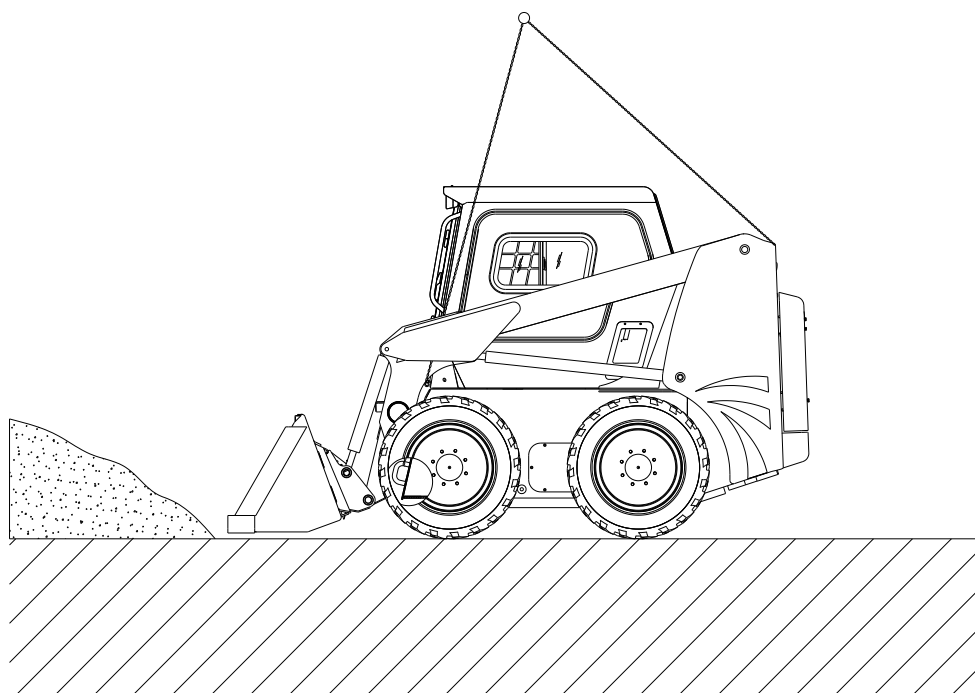

Рис. 21 Загрузка ковша
1. Максимально опустите стрелу, включите двигатель на максимальную скорость и загрузите ковш материалом на скорости 2,4 км/ч (Рис. 21)